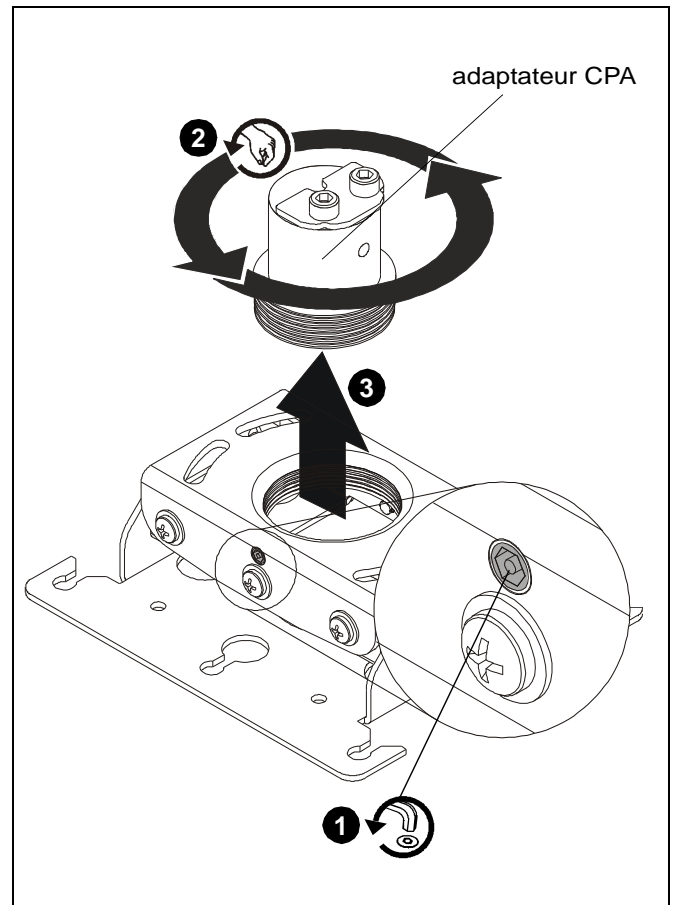

Figure 2
1. Desserrez la vis d'arrêt en maintenant l'adaptateur CPA sur le support RPE. (Voir la Figure 2)
2. Tournez l'adaptateur CPA dans le sens contraire des aiguilles d'une montre jusqu'à ce que le filetage ne soit plus engagé dans le RPE. (Voir la Figure 2)
3. Retirez l'adaptateur CPA du RPE. (Voir la Figure 2)